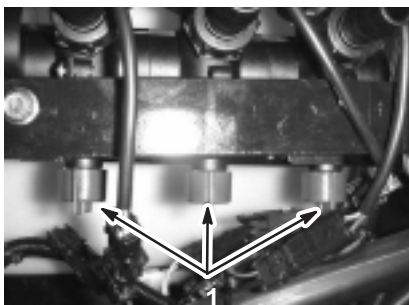

Bild 26
12. Verstellen Sie das Sicherheitsventil des Spritzgestänges (Bild 26) unter dem Spritzgestängeregulierventil für das abgestellte Spritzgestänge so lange, bis der auf dem Manometer angezeigte Druckwert dem in Schritt 9 angezeigtem Wert entspricht.